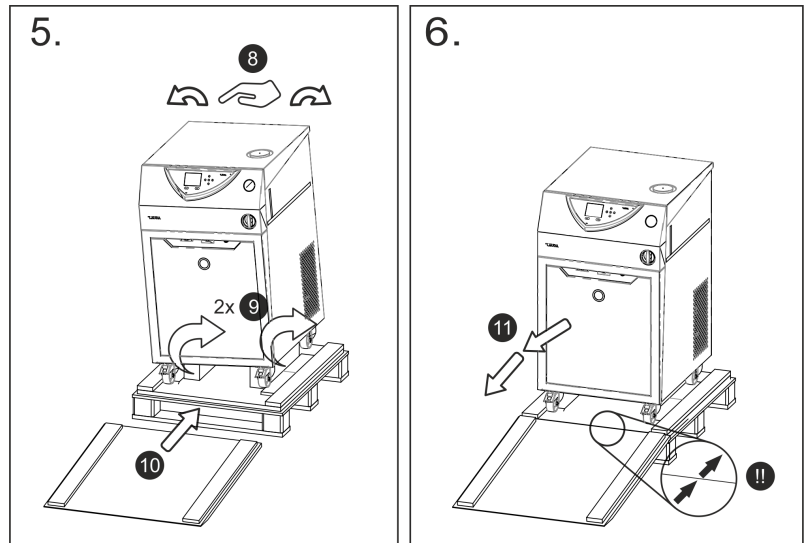

Fig. 4: Illustration des instructions de déballage pour le VC 5000
5. Retirer la mousse ⑥ qui recouvre l'appareil et les coins ⑦.
6. **Figure 4** : L'appareil est déballé.